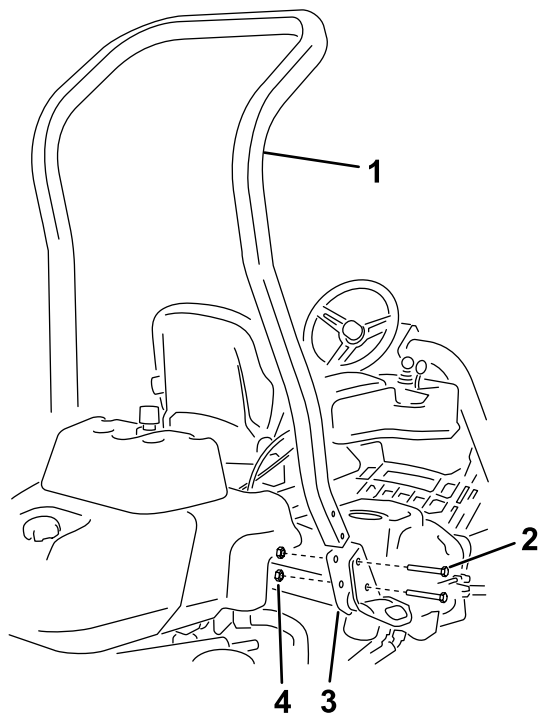

Figura 3
3. Utilizați 4 uruburi ( $\frac{1}{2} \times 3\frac{3}{4}$ " ) i 4 piulie cu guler ( $\frac{1}{2}$ " ) pentru a monta bara antirului în suportii ROPS de pe fiecare parte a mainii, aa cum se arată în Figura 3.